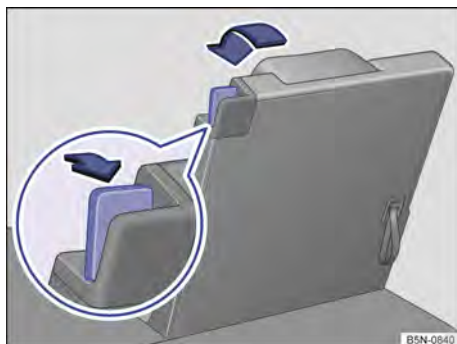

Fig. 90 Tercera fila de asientos: colocar el asiento en posición de piso de carga.
- Tire de la palanca de desbloqueo → fig. 90 completamente hacia atrás para desbloquear el respaldo del asiento.
- Tire del lazo situado en el respaldo del asiento → fig. 90 para levantar el respaldo. **O BIEN:** levante el respaldo del asiento con la mano desde el habitáculo.
- La marca roja de la palanca de desbloqueo → fig. 90 deberá dejar de verse.
- Una marca roja en la palanca de desbloqueo → fig. 90 indica que el respaldo no está encastrado. Si el respaldo está bien encastrado, la marca no se ve.